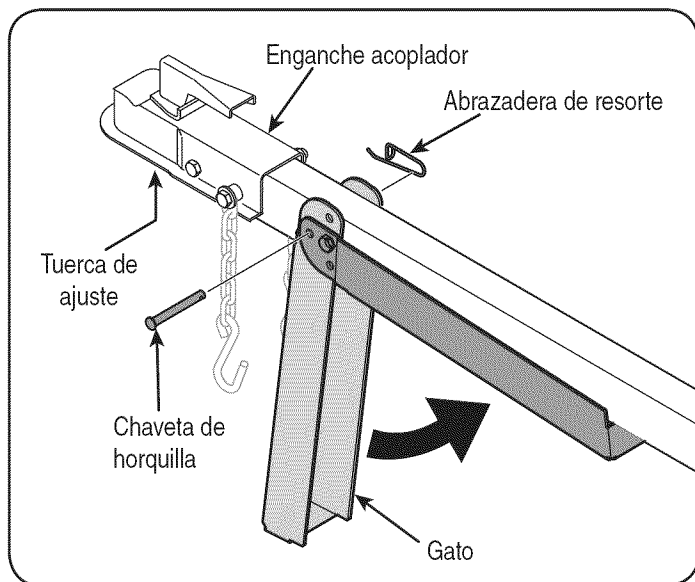

Figura 15
- Sostenga la lengüeta y gire el gato hacia arriba contra la lengüeta. Vea la Figura 15.
- Asegure el gato con la abrazadera de resorte y la chaveta de horquilla retiradas previamente. Vea la Figura 15.